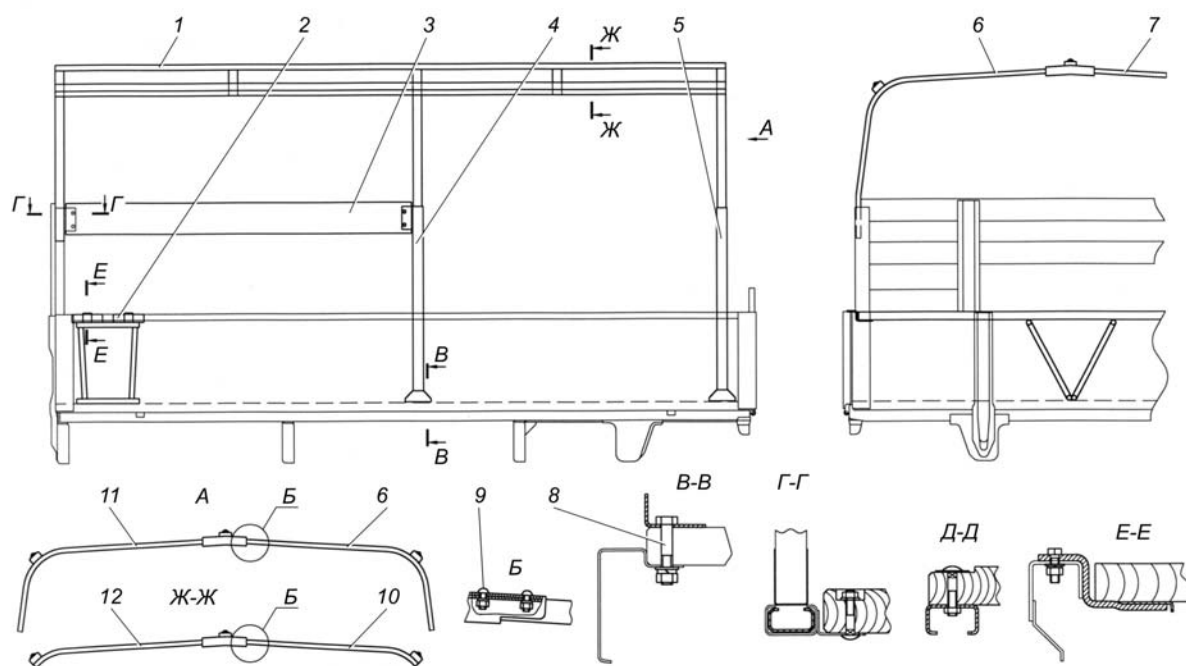

Рис. 12.7. Установка деталей каркаса тента и сиденья:
1. Установить стойки 4 и 5 (рис. 12.7) и стойку тента среднюю правую (на рис. не показана) дуг тента. Стойку 4 установить с левой стороны платформы, а стойку тента среднюю правую с правой стороны, предварительно вывернув болты 8 из настила пола. После установки стоек закрепить их этими же болтами.